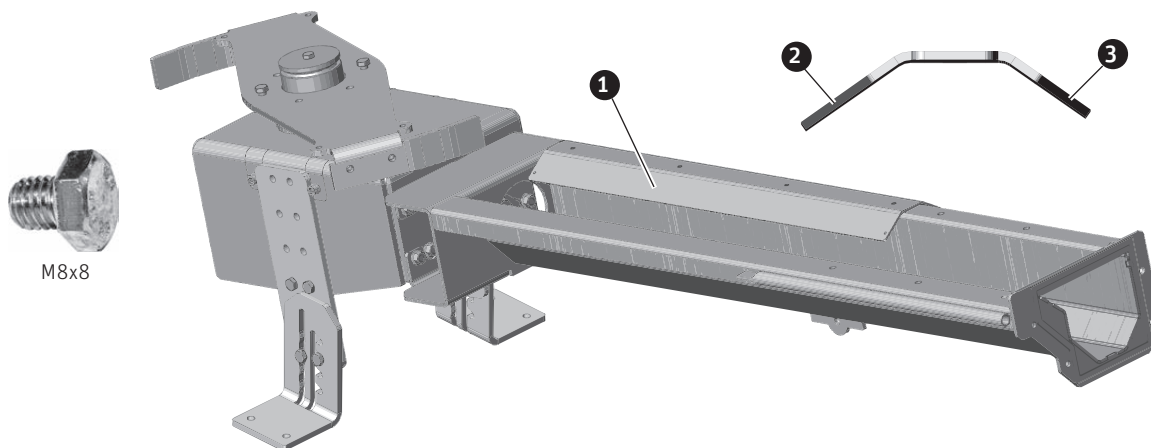

Fig. 129 Montare la mascherina del bocchettone
- La mascherina del bocchettone nel pozzetto di prelievo è premontata con viti a testa esagonale M8x8 – Fig. 129.